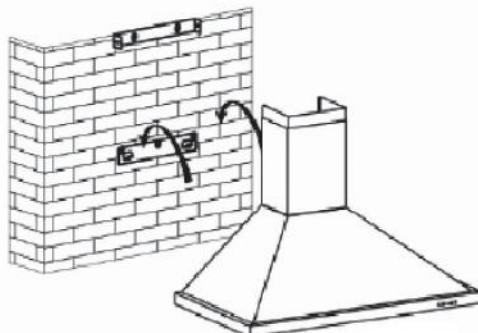

fig. 2
- Placera dit och koppla in kåpans kropp över detta fäste med de tillhandahållna skruvorna (fig. 2).